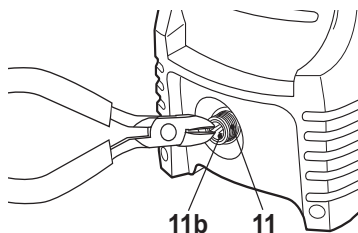

Fig. 21
- > Remova o conector da mangueira de água (12) da entrada de água (11).
- > Utilize um alicate para remover o filtro (11b) da entrada de água (Fig. 21).